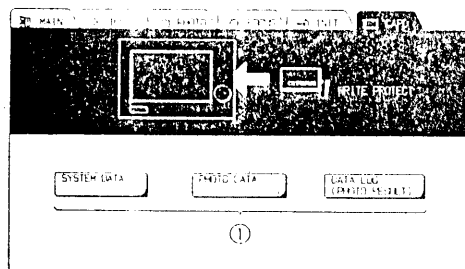
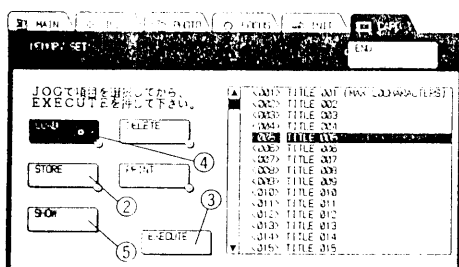
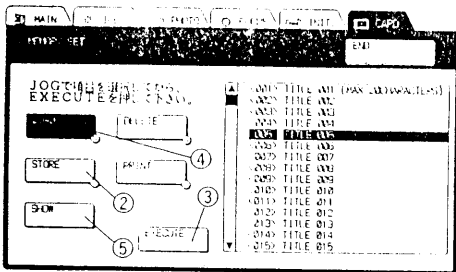
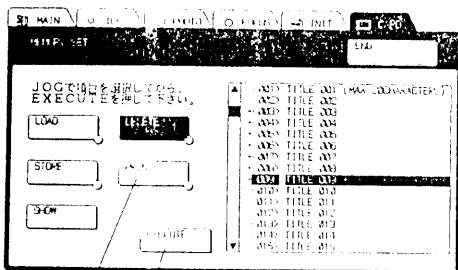

図 36
図 37
図 39
図 40
(図36, 37, 38)
1) メモリー項目 1 (図36)を押すと、図37の画面となります。
2) **[STORE]** ② を押し、JOGダイアルで登録したいメモリーNo. を選択します。
呼出し (図 39)
- 1) メモリー項目 1 (21頁図36)を押すと、図39の画面となります。
- 2) **LOAD** ④ を押し、JOGダイヤルで呼出したいメモリーNo.を選択します。
確認 (図 39)
- 1) メモリー項目を押すと図39の画面となります。
- 3) **SHOW** ⑤ を押し、メモリーNo.の画面が、カーソル位置の詳細表示を行います。また、この時JOGダイヤルを回すと詳細表示はスクロール可能です。
プリント (図 40)
- 1) メモリー項目①(21頁図36)を押すと、図40の画面となります。
- 3) **PRINT** ⑥ を押し、プリントの先頭が決まります。
- 1) メモリー項目 1 (21 頁図 36) を押すと、図 41 の画面となります。
- 3) **[DELETE]** ② を押すと、消去の先頭が決まります。